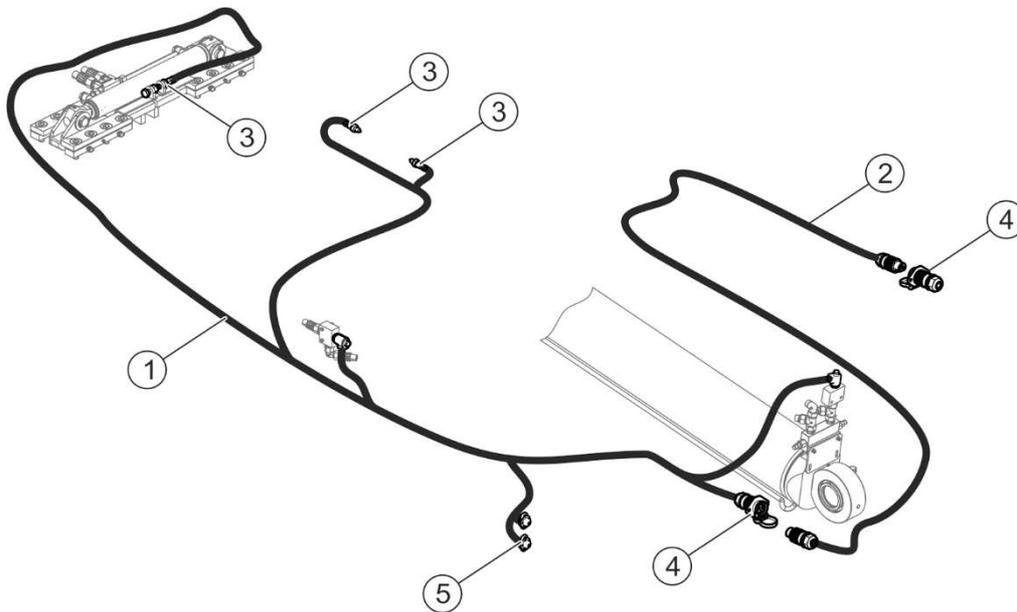

Abb. 3.13 **Aufbau der Elektroinstallation der Hydraulikanlage**
(1) Zentraler Kabelstrang, (2) hinterer Kabelstrang, (3) vorderer Kabelstrang, (4) Verbindungsstrang, (5) Anschlusskabel, (6) 7-polige Steckdose
Für den Anschluss der Elektroinstallation der Hydraulikanlage (Abbildung 3.13) dient das Anschlusskabel (2) mit dem 3-poligen Stecker. Wenn der Schlepper nicht über solche Steckdosen verfügt oder die Steckdosen von einem anderen Typ sind, muss der Schlepper